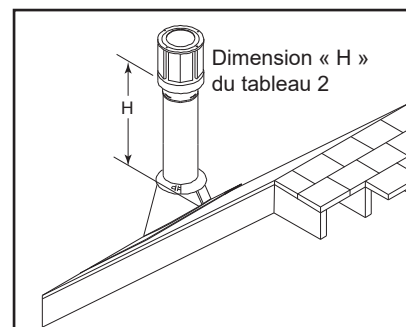

Figure 3.36
**Étape 7** – Continuez à ajouter des sections de conduit jusqu'à ce que la hauteur du système (avant d'ajouter le chapeau) réponde aux exigences minimales des codes du bâtiment décrites dans le tableau 2, figure 3.36. Notez que vous devez augmenter la hauteur